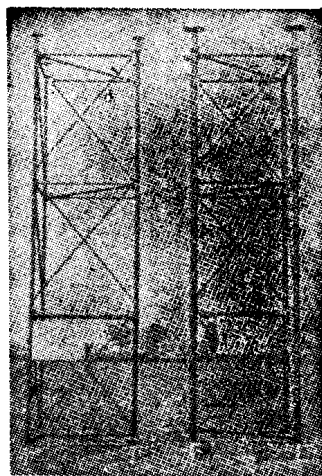

图 1-9 三角型框架组合模板支撑
(4) 三角框架组合模板支撑 与门式脚架模板支撑用途相同, 荷载比门架大。三角框架组合模板支撑由三角框、接头、调节千斤顶、根部拉杆、水平对角线拉杆等组成(图1-9)。